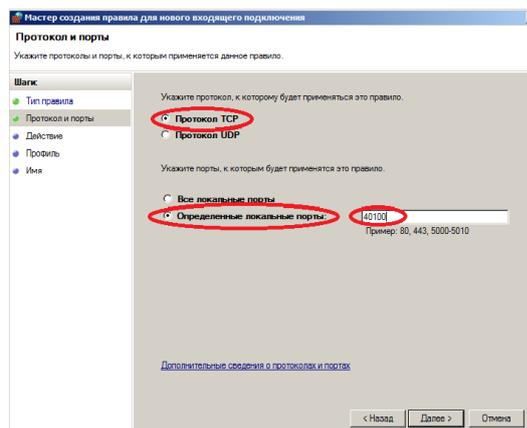

Рисунок 26 — Окно Протокол и порты
5) В окне Протокол и порты (см. рисунок 26) укажите Протокол TCP и Определенные локальные порты, а также введите выбранный Вами номер порта (любой свободный, например — 40100).